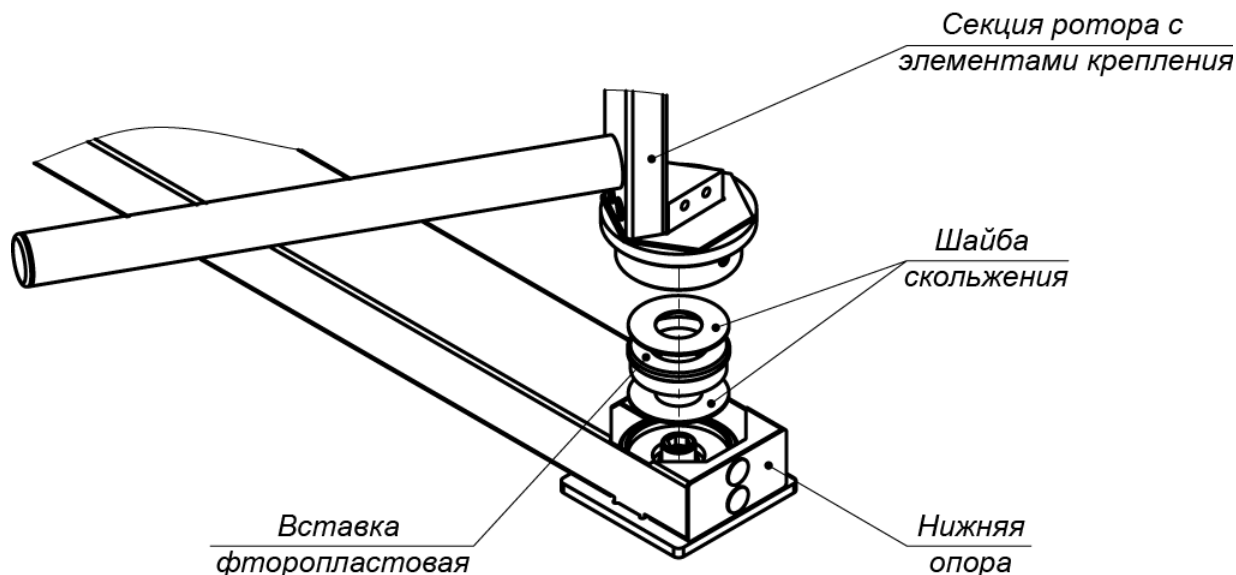

Рисунок 14. Нижний узел вращения
11. В опорных фланцах нижней опоры соберите нижние узлы вращения (3) роторов (см. рис. 14). Две шайбы скольжения и находящаяся между ними фторопластовая вставка должны лежать в каждом узле без перекосов, опираясь на всю опорную поверхность, симметрично относительно оси ротора (верхняя шайба скольжения приклеена к валу ротора). При этом гладкие поверхности шайб скольжения должны быть ориентированы на вставку. Допускается применение на поверхностях скольжения смазки типа ШРУС-4.
17. Произведите монтаж роторов (1) ИУ турникета (работайте вдвоем!), каждый в следующем порядке:
- Распакуйте секции ротора (1) (ящик №2 – ротор 1, ящик №3 – ротор 2).
- Возьмите одну из трех секций ротора, на которой закреплены соединительные вставки (элементы крепления) и хвостовики (верхний с квадратным валом и нижний цилиндрический). Заверните ее с небольшим наклоном нижним хвостовиком в нижний узел вращения (3) (см. рис. 14) и затем переведите секцию в вертикальное положение.